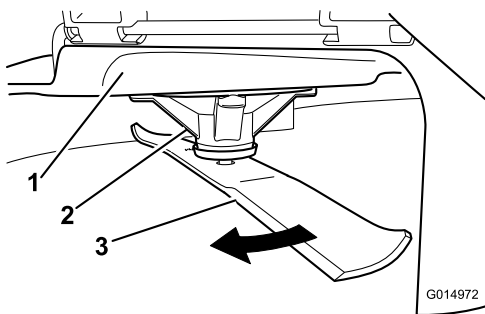

Figure 52
2. Enfilez des gants épais ou utilisez une autre protection adéquate pour les mains, et faites tourner la lame lentement jusqu'à une position permettant de mesurer correctement la distance entre le tranchant et la surface plane sur laquelle se trouve la machine (Figure 52).